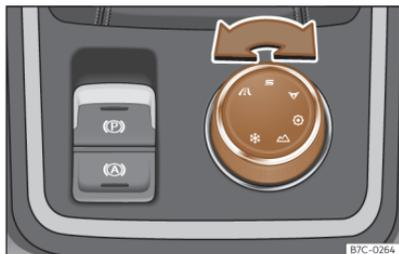

Fig. 96 Consola central: Mando rotativo (Driving Experience button).
- Gire el mando rotativo (Driving Experience Button) hasta seleccionar el perfil de conducción deseado >>> **fig. 96.**